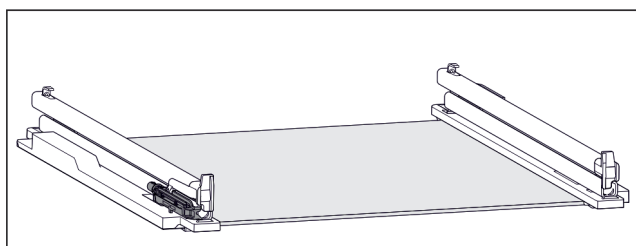

Fig. 114 Tlumič jednotka
- K levé kolejničce je připevněna tlumič jednotka. (viz Fig. 114)